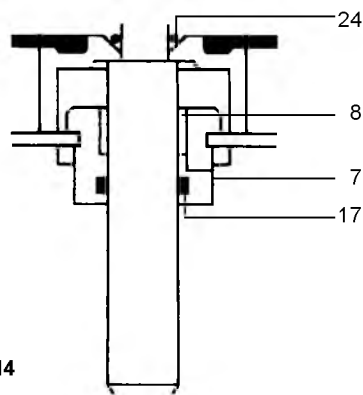

Рис. 14
6.3.1 Комплект для уплотнения штока - как установить (Рис. 14)